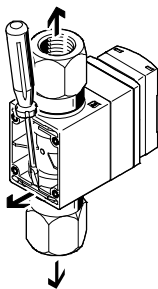

Fig. 9 Демонтаж присоединительного патрубка
- Демонтируйте присоединительный патрубок для подключения рабочей среды (→ Fig. 9)